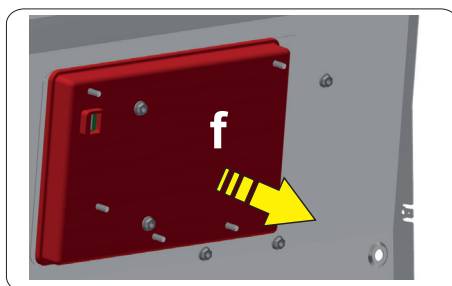

Fig. 12
- Saque la cajita de protección de plástico (posición **f** - véase **Fig. 12**).